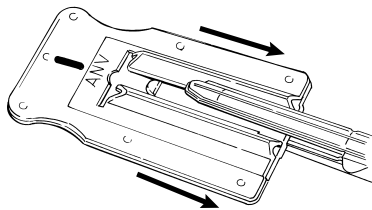

ABBILDUNG 5
- 8a. Suchen Sie die Amboss- (ANV) bzw. Kartuschenseite (CART) des Peri-Strips Dry Gewebebausatzes. Bringen Sie das offene Klammernahtgerät auf dem Gewebebausatz an (siehe Abbildung 5).